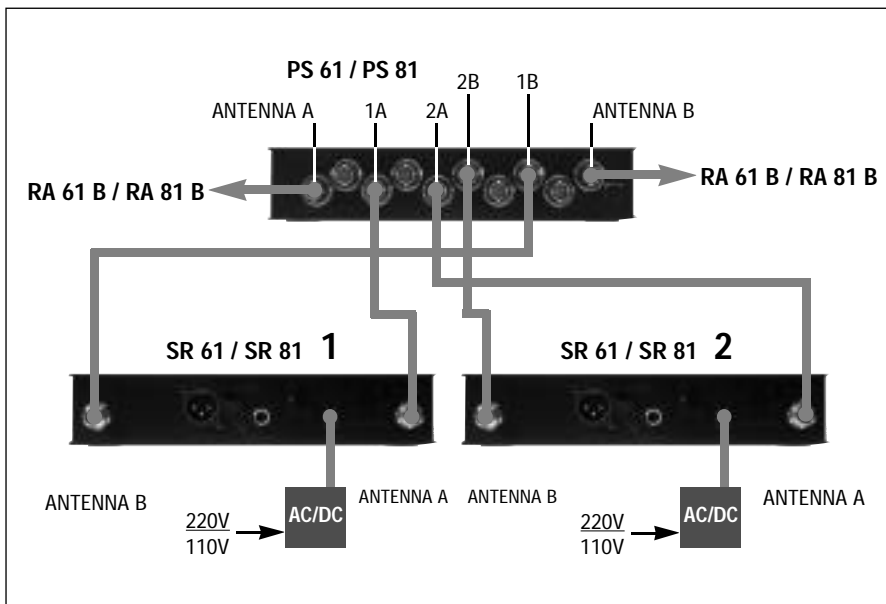

Fig. 6: Cableado de un sistema de 2 canales
2. Conectar las salidas restantes del divisor de potencia a las entradas ANTENNA de los receptores, tal como se indica en la Fig. 6.
1. Conectar las salidas del divisor de potencia a las entradas ANTENNA del receptor con cables BNC (opcionales), tal como se indica en la Fig. 6.